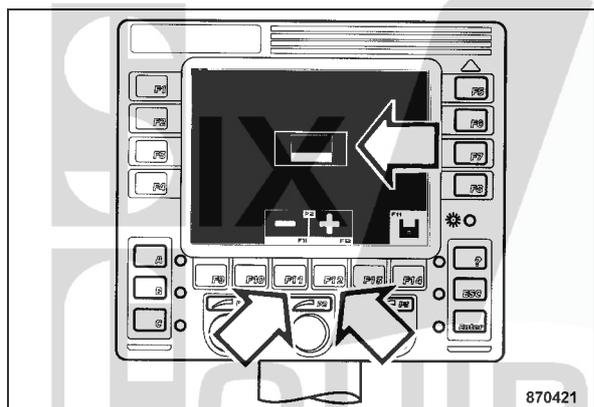

fig. 131
- Choisir la langue désirée à l'aide de la touche "F11" ou "F12" (fig. 131).